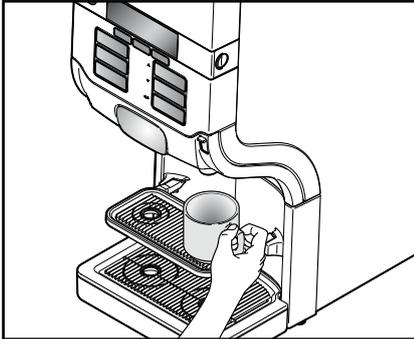

Abb. 10
- Stellen Sie Ihre Tasse auf die Tassentrage. (Abb. 10)
1. Stellen Sie die Tasse auf die Tassentrage. (Abb. 10)